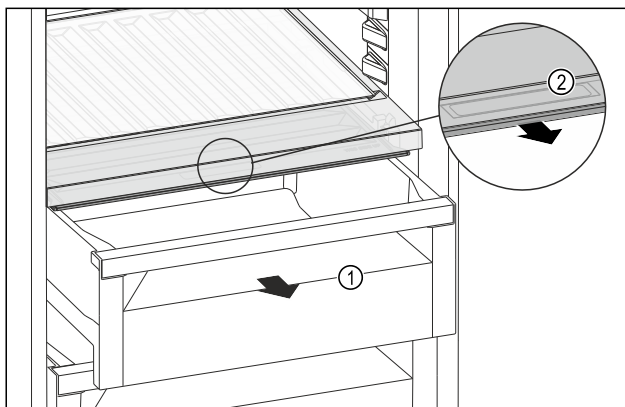

Fig. 210
- ▶ Schubfach Fig. 210 (1) herausziehen.
- ▶ Griffmulde Fig. 210 (2) am Fachdeckel anfassen und Fachdeckel gleichzeitig nach vorne ziehen.